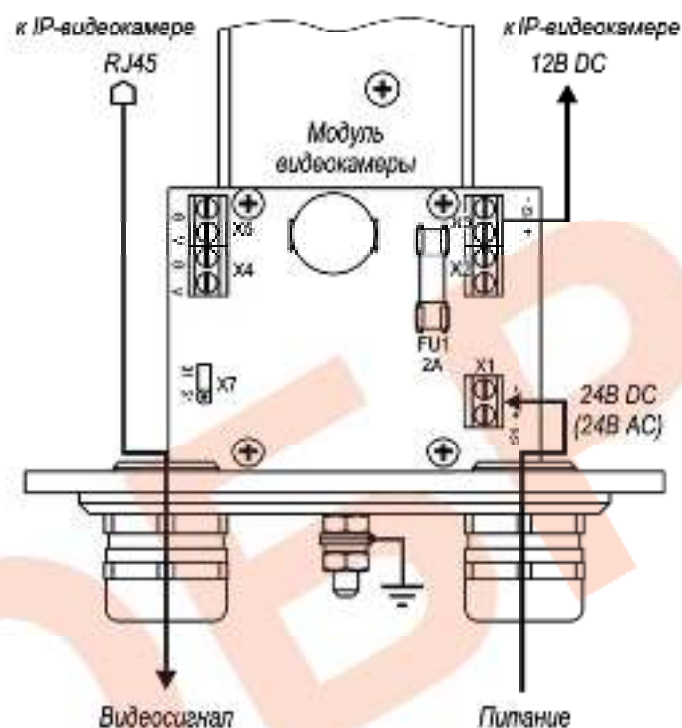

Рис.2 Схема подключения IP-видеокамеры
4. При необходимости изменить мощность обогрева, выкрутить 6 винтов крепления задней крышки гермобокса, выдвинуть модуль видекамеры из кожуха и установить диаметр X7 в нужное положение (рис.2). Установить модуль видекамеры обратно в кожух. Закрутить 6 винтов крепления задней крышки с усилием $5\pm0,5\text{Нм}$.
Предприятием изготовителем диаметр X7 установлен в положение «31» - мощность обогрева 31 Вт, для изменения мощности на 21 Вт диаметр X7 необходимо переставить в положение «21» (см. рис.2).